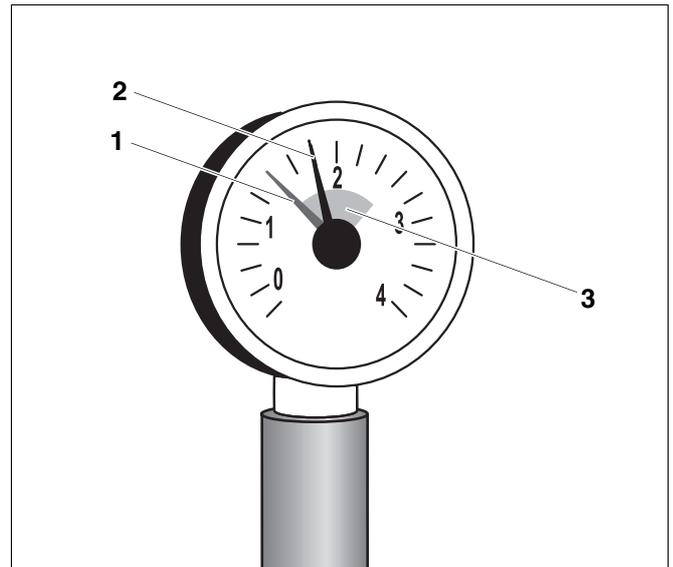

Fig. 4 Manometro per impianti di riscaldamento chiusi
- Regolare la lancetta rossa (fig. 4, **pos. 1**) del manometro dell'impianto di riscaldamento sulla pressione minima necessaria di 1 bar.